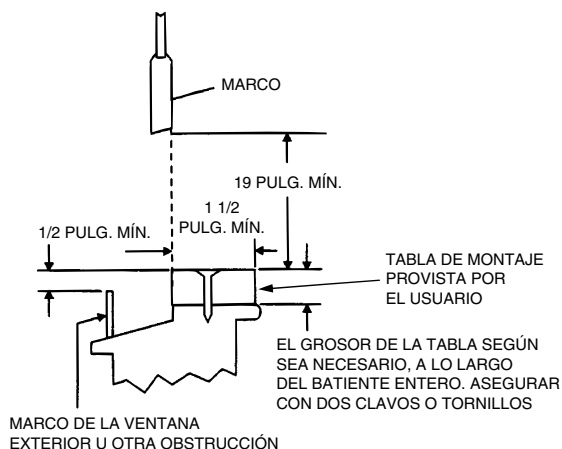

FIGURA 19 — APLICACIONES CON DOBLE VENTANA
nivel del batiente, habrá que usar una tabla de montaje para hacer más alto el batiente. Vea la Figura 19. El instalador tendrá que suministrar y cortar la tabla.
1. La tabla de montaje debe medir como mínimo $1\frac{1}{2}$ pulg. de ancho y cubrir la longitud entera de la ventana. El grosor de la tabla de montaje dependerá de la altura del marco de la ventana exterior. La tabla de montaje debe levantar el frente de la unidad lo suficiente como para que la unidad quede inclinada hacia abajo por lo menos $\frac{5}{8}$ de pulg. cuando la parte de atrás de la unidad esté tocando el marco de la ventana exterior. Vea la Figura 19.